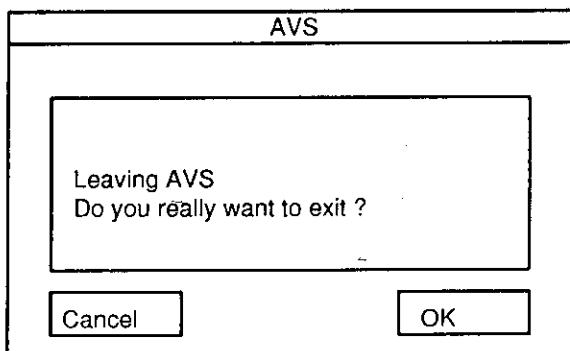

図 1.3 AVS の終了
- 2) メインメニューの Exit AVS ボタンをクリックすると、図 1.3 に示すようなウィンドウを表示します。
- 3) OK ボタン (図 1.3) をクリックすると、AVS を終了し、AVS を起動したウィンドウに AVS Exited とメッセージを出力します。